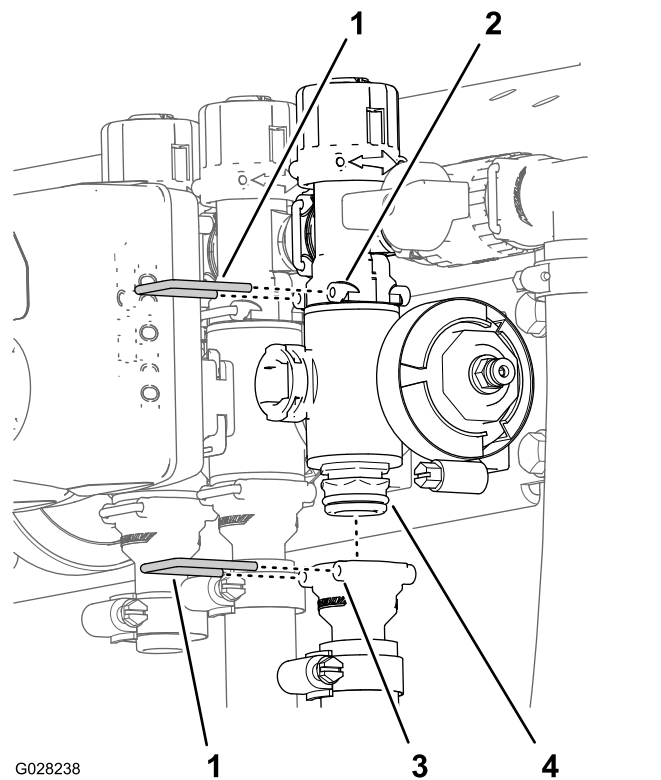

Figure 74
2. Retirez les étriers qui fixent le raccord de sortie au collecteur de la vanne de section et le collecteur de vanne au raccord de dérivation (**Figure 74**).